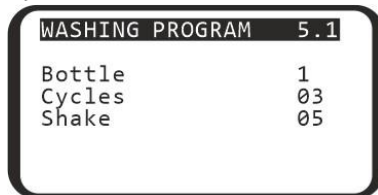

Figura 12. Programa em execução
5.8.1 Durante a operação, o visor mostra (figura 12) o número do programa (**5.1**), número do frasco em uso (**1**), ciclo atual (**03**) e a ação cronometrada atual (**Shake ... 05**).
5.8.2 Se o **4 CHW Logger**, o registrador de peso da solução de lavagem de 4 canais estiver conectado à unidade, além dos valores da figura 12, o visor mostra a